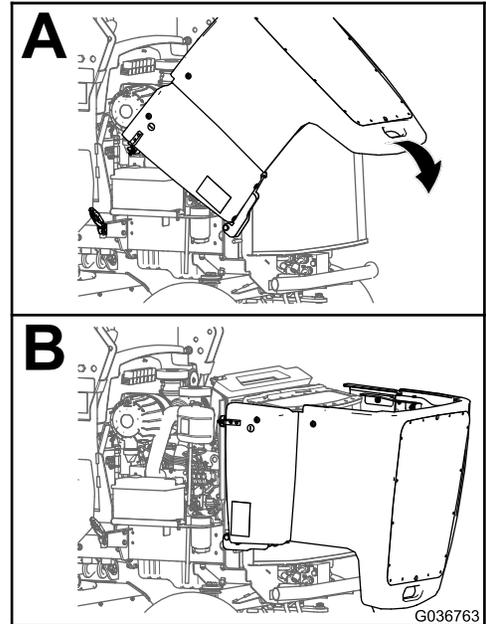

Bild 5
3. Drehen Sie die Motorhaube nach hinten und unten, siehe (Bild 5).